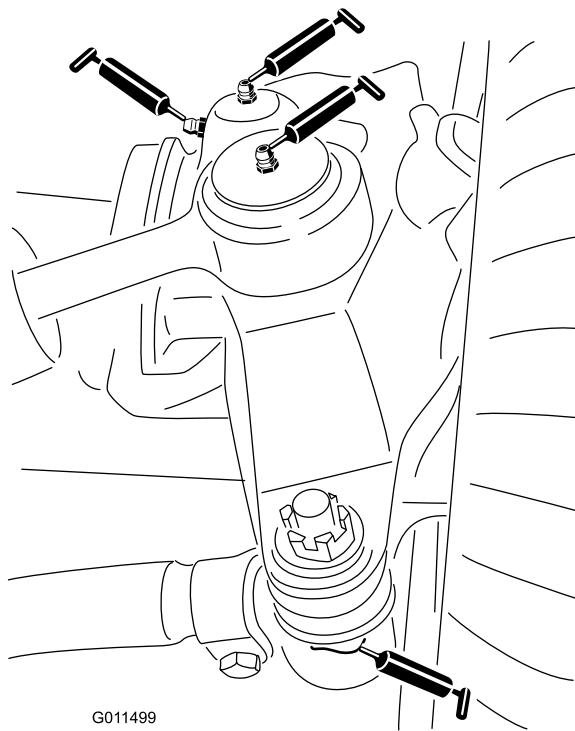

Figura 39
- Giunti sferici (2) del cilindro di sterzo (Figura 39)
- Giunti sferici (2) del tirante (Figura 39)
- Boccole (2) del perno del fuso a snodo (Figura 39).